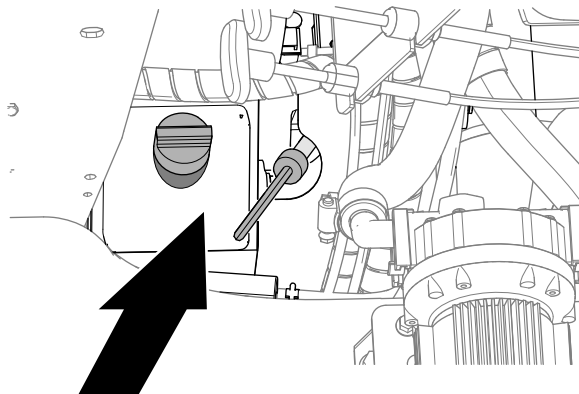

Figure 74
1. Sortez la jauge du goulot de remplissage du moteur et essuyez-la ainsi que le goulot de remplissage avec un chiffon propre (Figure 74).